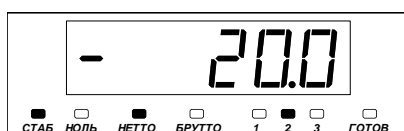

Рисунок 6
2.3.6.5 При снятии тары с платформы весов на приборе будет отображаться значение массы тары со знаком "минус" (рисунок 6).